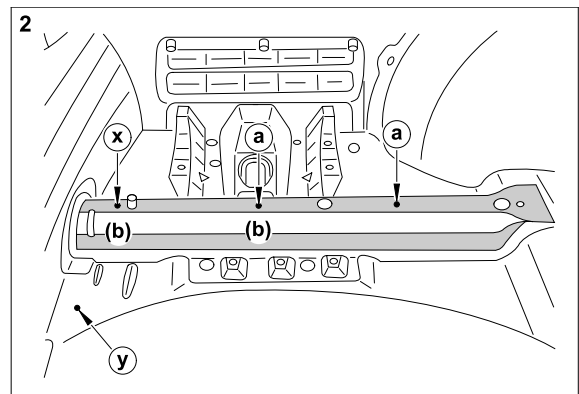

Bild 2: Bohrungen Gepäckraum links
- 5.) Im Gepäckraumboden zwischen Längsträger links und Reserveradmulde bei Körnerpunkt Loch \varnothing entsprechend Kabeltülle für Kabeldurchführung bohren ("y"); siehe Bild 2.